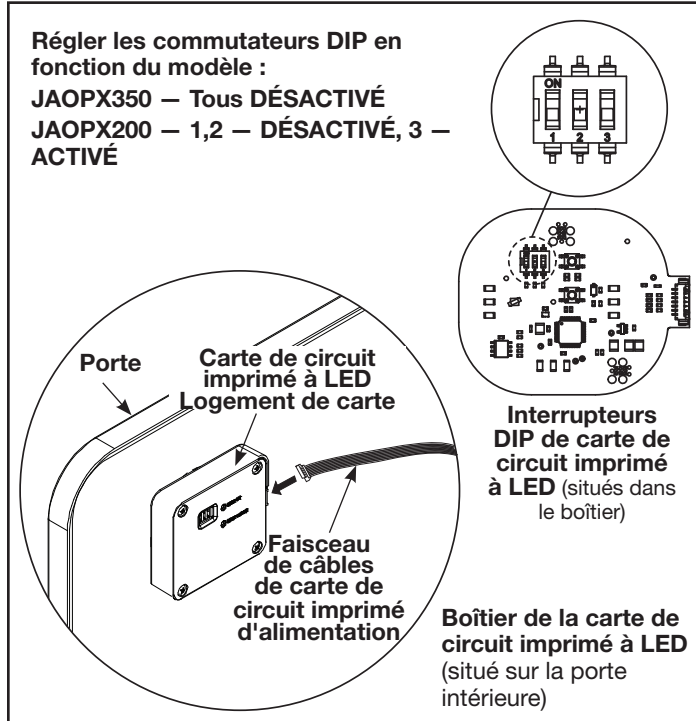

Figure 19. Carte de circuit imprimé à LED sur la porte
6. Débrancher le connecteur de la carte LED du connecteur du faisceau de câbles (sur la porte). Voir la Figure 19.
7. À l'aide d'un tournevis à tête cruciforme, retirer les quatre (4) vis et le capot arrière de la carte de circuit imprimé à LED sur la porte. Voir la Figure 19.
10. Fixer la nouvelle carte de circuit imprimé à LED dans l'écran LED et réinsérer le connecteur sur le faisceau de câbles. Replacer le capot arrière sur la carte à LED à l'aide des quatre (4) vis précédemment retirées.
11. Régler les commutateurs DIP de la carte de circuit imprimé à LED en fonction du modèle, comme indiqué. Voir la Figure 19 :